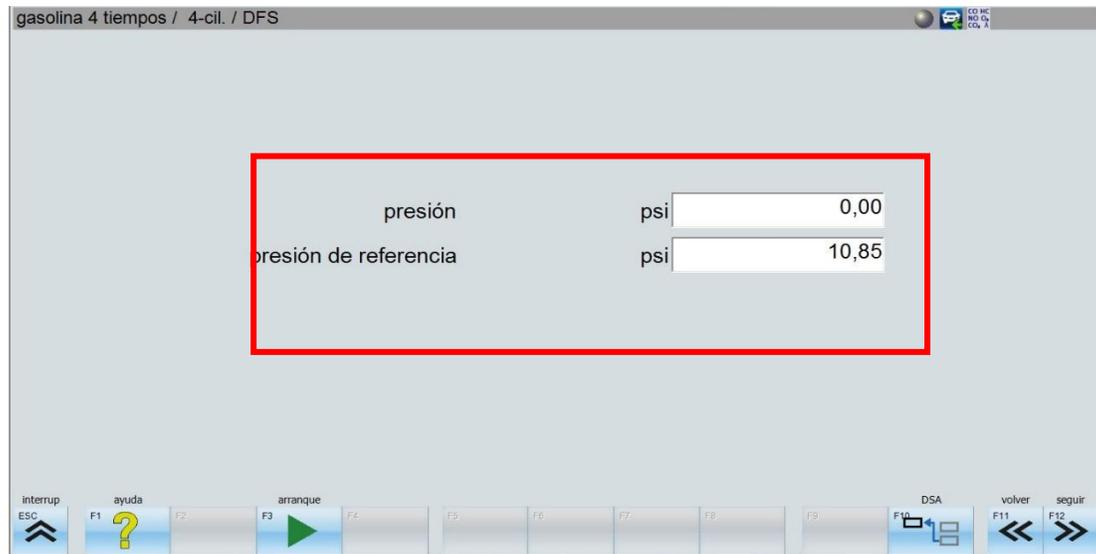

Imagen 73
5.7.2 Haga clic en “Arranque” o presione F3 y verifique que la presión quede ajustada como se muestra en la *imagen 73*. Una vez realizado lo anterior haga click en “seguir”.